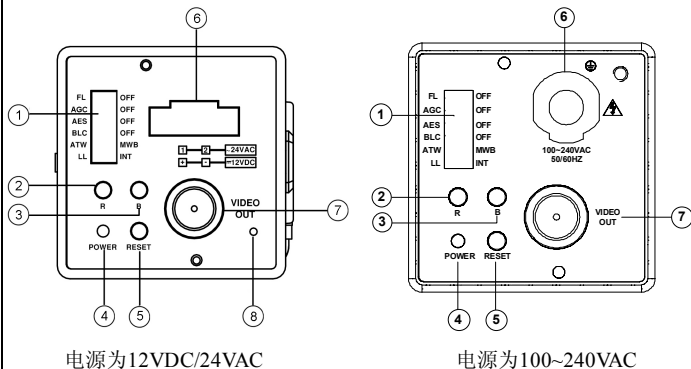

图7
(1) 摄像机接通电源时，电源指示灯④亮（见下图 7）。通过电源端子⑥可输入 12VDC/24VAC 或 100~240VAC 电源，电源端子⑥如图 7 所示。
(2) 安装时注意使用防脱落螺钉，将金属链或钢缆固定在防脱落螺钉处。防脱落螺钉⑧如图 7 所示。